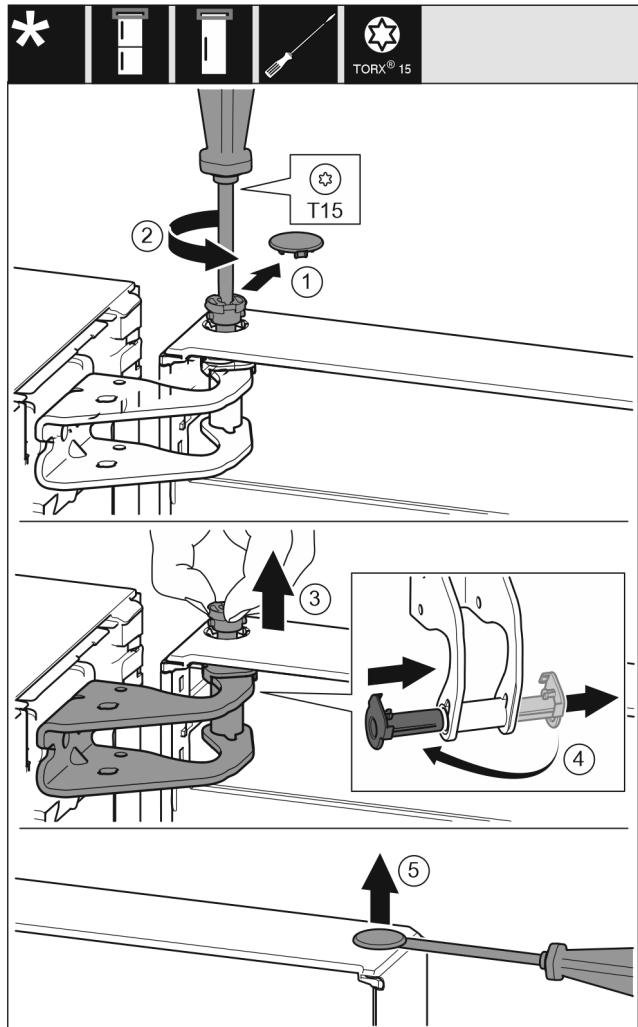

Fig. 9
- ▶ Retire la cubierta del seguro con cuidado. Fig. 9 (1)
- ▶ Desenrosque un poco el perno con el destornillador T15. Fig. 9 (2)
- ▶ Sujete la puerta y extraiga el perno con los dedos. Fig. 9 (3)
- ▶ Extraiga el casquillo de cojinete de la guía. Introdúzcalo y encájelo por el otro lado. Fig. 9 (4)
- ▶ Levante cuidadosamente el tapón del casquillo de cojinete de la puerta con un destornillador para tornillos de cabeza ranurada y extrágalo. Fig. 9 (5)